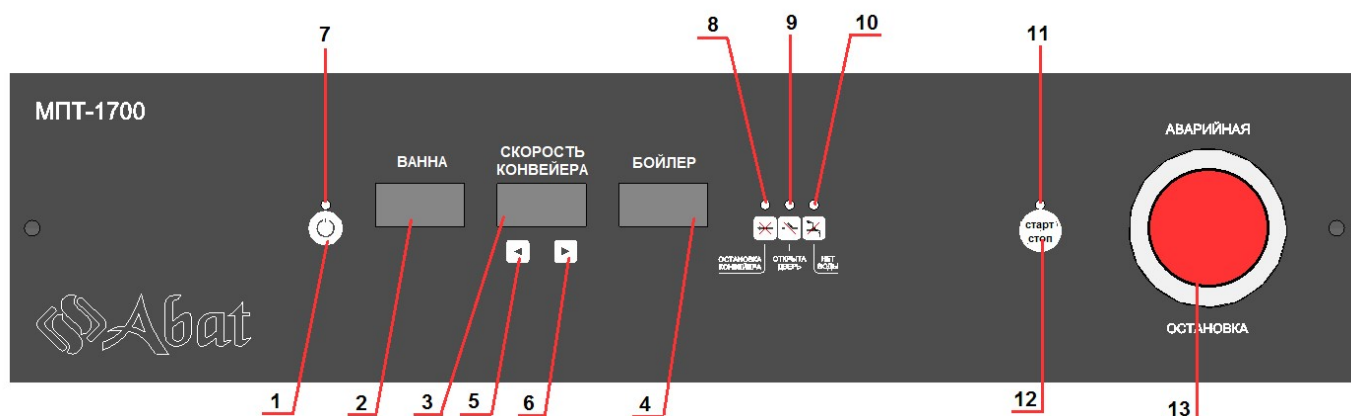
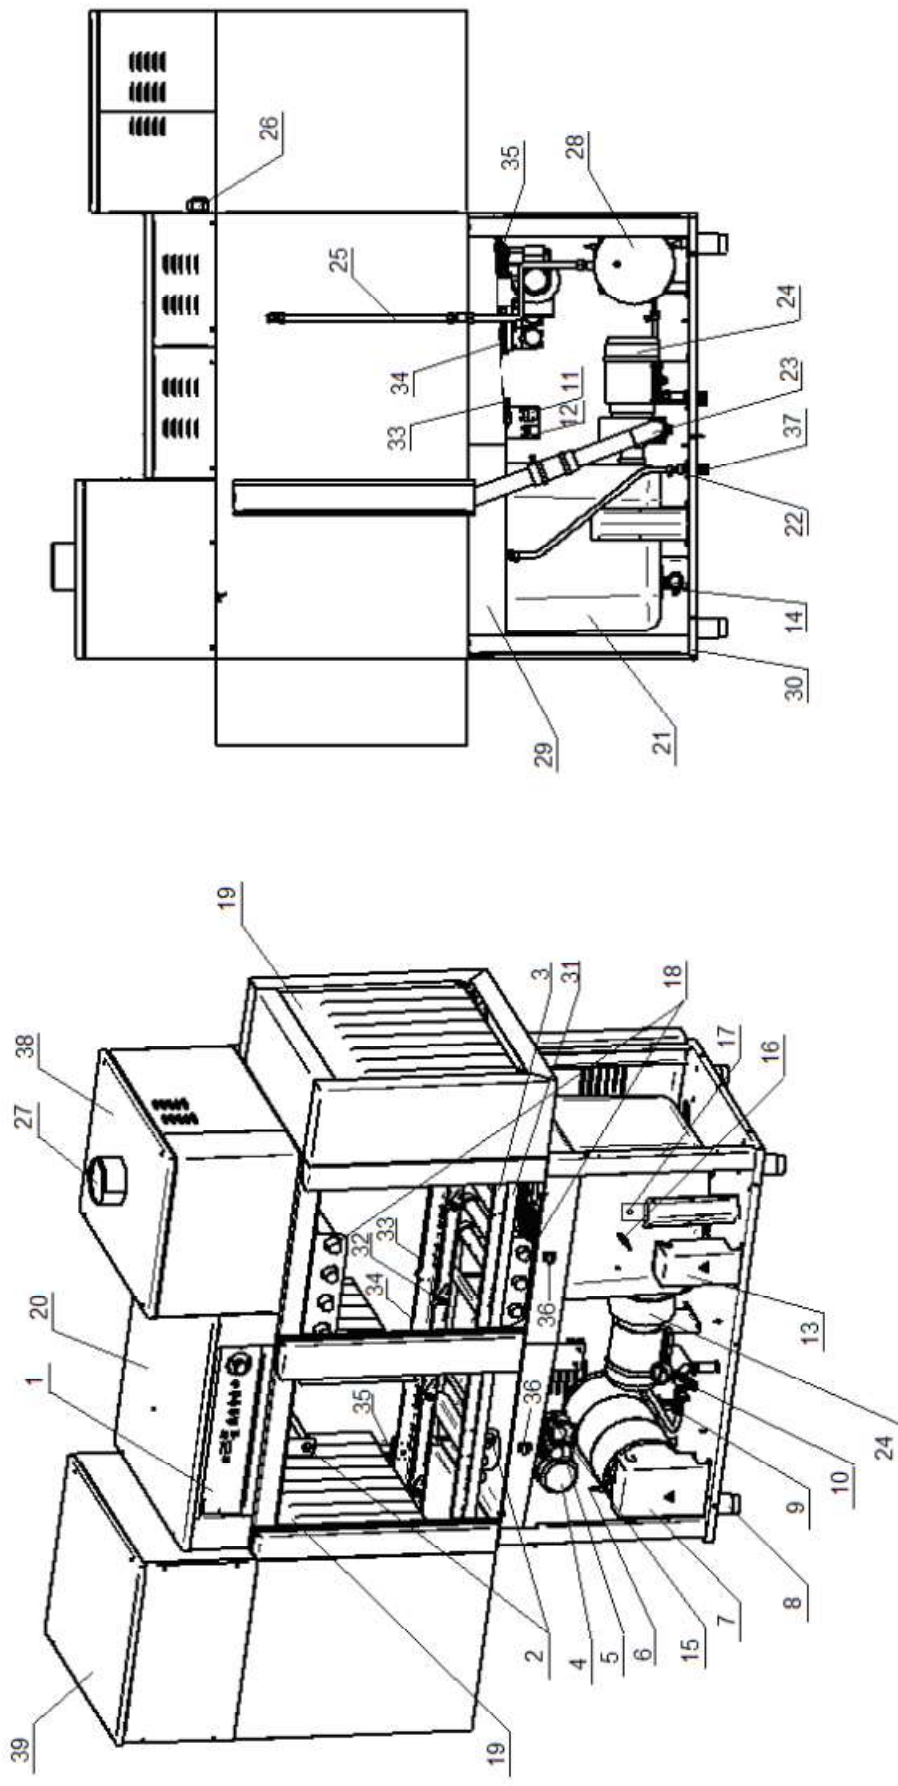

Рис. 2.1 Панель управления машин МПТ-1700, 1700л, 1700-01, 1700-01л
Рис. 3.5 Устройство посудомоечной машины МПТ-2000 (правая)
Устройство машины МПТ-2000 (правая) приведено на рис. 3.5.
На крыше машины установлены панель управления (рис. 2.1, 2.2 и рис. 3.1-3.6, поз. 1), теплообменник (только в МПТ-1700-01, 1700-01л, 2000, 2000л) (рис. 3.3-3.6, поз. 38) и модуль сушки (только в МПТ-2000, 2000л) (рис. 3.5, 3.6, поз. 39).
- семисегментный индикатор «Ванна» (рис. 2.1, 2.2, поз. 2) (далее по тексту – индикатор «Ванна»). Во время работы отображается текущая температура «Ванна»;
- семисегментный индикатор «Скорость конвейера» (рис. 2.1, 2.2, поз. 3) (далее по тексту – индикатор «Скорость конвейера»). Во время работы отображается выбранная скорость конвейера;
- семисегментный индикатор «Бойлер» (рис. 2.1, 2.2, поз. 4) (далее по тексту – индикатор «Бойлер»). Во время работы отображается текущая температура «Бойлера».
- единичный светодиод кнопки «Сеть» (рис. 2.1, 2.2, поз. 7). Светодиод загорается при подаче напряжения на машину. После выхода машины из «дежурного» режима светодиод гаснет.
- единичный светодиод «Остановка конвейера» (рис. 2.1, 2.2, поз. 8). Светодиод загорается при достижении кассеты датчика остановки конвейера (рис. 3.1-3.6, поз. 35);
- единичный светодиод «Открыта дверь» (рис. 2.1, 2.2, поз. 9). Светодиод загорается при открывании двери;
- единичный светодиод «Нет воды» (рис. 2.1, 2.2, поз. 10). Светодиод загорается при отсутствии воды в бойлере и/или ванне;
- единичный светодиод «Старт/Стоп» (рис. 2.1, 2.2, поз. 11). Светодиод загорается при запуске машины в работу;
- единичный светодиод «Сушка» (рис. 2.1, 2.2, поз. 14). Светодиод загорается при включении вентилятора и ТЭНов сушки;
- кнопка «Вкл/Откл» (рис. 2.1, 2.2, поз. 1) – для включения и выключения машины в работу;
- кнопка «Меньше» (рис. 2.1, 2.2, поз. 5) и кнопка «Больше» (рис. 2.1, 2.2, поз. 6). При нажатии и отпускании кнопки значение скорости конвейера изменяется на единицу.
- кнопка «Старт/Стоп» (рис. 2.1, 2.2, поз. 12) – для запуска машины в работу;
- кнопка «Аварийная остановка» (рис. 2.1, 2.2, поз. 13) – для экстренного останова машины;
- кнопка «Сушка» (рис. 2.1, 2.2, поз. 15) служит для включения вентилятора и ТЭНов сушки.
Одновременно с началом заполнения ванны и бойлера водой на панели управления машины включается светодиод «Нет воды» (рис. 2.1, 2.2, поз. 10).
панели управления над символом  загорается светодиод «Открыта дверь» (рис. 2.1, 2.2, поз. 9) - залив воды в ванну через бойлер (ополаскивающие разбрызгиватели) приостанавливается, при этом залив воды в ванну через гусак – не прекращается. После закрытия двери(ей) залив воды в ванну через бойлер продолжается.